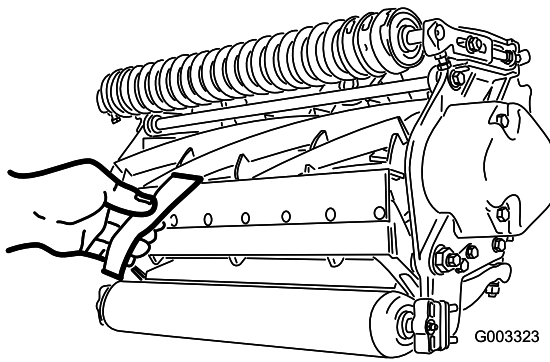

Figure 12
3. À une extrémité du cylindre, insérez une bande de papier journal entre le cylindre et la contre-lame (Figure 12). Tout en tournant lentement le cylindre en avant, tournez la vis de réglage de la barre d'appui dans le sens horaire (du même côté du cylindre) (Figure 11), un cran à la fois, jusqu'à ce que le papier soit pincé légèrement lorsque vous l'introduisez par l'avant, parallèle à la contre-lame. Vous devriez sentir une légère résistance lorsque vous tirez sur le papier.
5. Vérifiez ensuite si le cylindre peut saisir le morceau de papier inséré par l'avant et le couper lorsqu'il est inséré perpendiculairement à la contre-lame (Figure 12). Normalement, le papier doit être coupé avec un minimum de contact entre la contre-lame et les lames du cylindre. Si vous sentez un frottement ou un contact excessif du cylindre, vous devez alors roder ou rectifier les lames pour obtenir les tranchants nécessaires à une coupe de précision (voir le Manuel d'affûtage pour tondeuses rotatives et à cylindres Toro, Form No. 80-300PT).